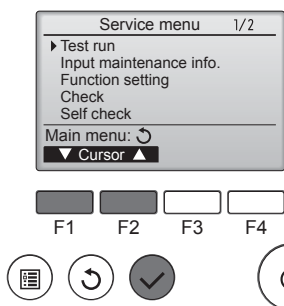

Fig. 7-3
- ③ Selecteer "Test run" (Proefdraaien) met de functietoets [F1] of [F2] en druk op de toets ✓. (Fig. 7-3)